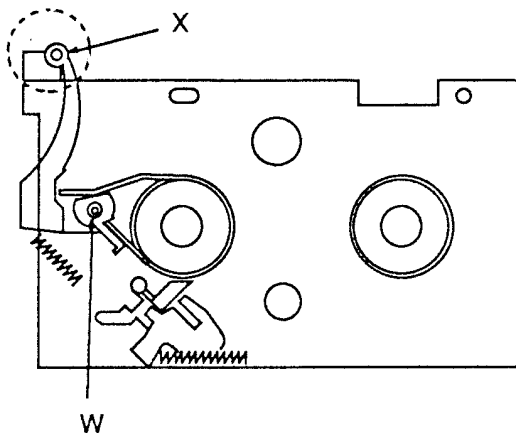

Fig. 19
- Exzenter "W" der Bremsbandbefestigung mit dem Sechskantstiftschlüssel so einstellen, daß der Bandzugbolzen "X" gerade die Referenzplatte berührt (Fig. 19).
- Referenzplatte entfernen und Capstanrotor (133) solange entgegen dem Uhrzeigersinn drehen, bis ausgefädelt ist.
- Adjust the cam "W" on the brake band securing point with the hexagon wrench so that the tape tension bolt "X" just touches the Tension Post Adjustment Plate (Fig. 19).
- Remove the Tension Post Adjustment Plate and rotate the capstan rotor (133) in the anticlockwise direction until the mechanics unloads.
- Mediante la chiave esagonale regolare l'eccentrico "W" del freno nastro finchè il perno "X" sfiora la piastra di riferimento (fig. 19).
- Togliere la piastra di riferimento e ruotare in senso antiorario il rotore capstan (133) finchè il nastro è scaricato.